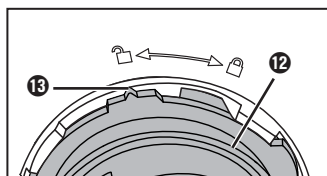

Fig. 5
- 6) Rode o suporte 12 para a esquerda, até a marcação 13 no suporte 12 ficar apontada para o símbolo  no recipiente para massa 15 (Fig. 5). Retire o suporte 12 juntamente com o batedor de massa 10.